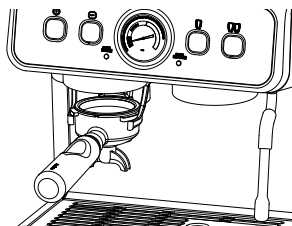

Fig. 6
3. Come illustrato nella fig. 6, inserire il portafiltro (12) con filtro per tazza singola (13) o doppia (14) nel punto di uscita della macinatura (5).